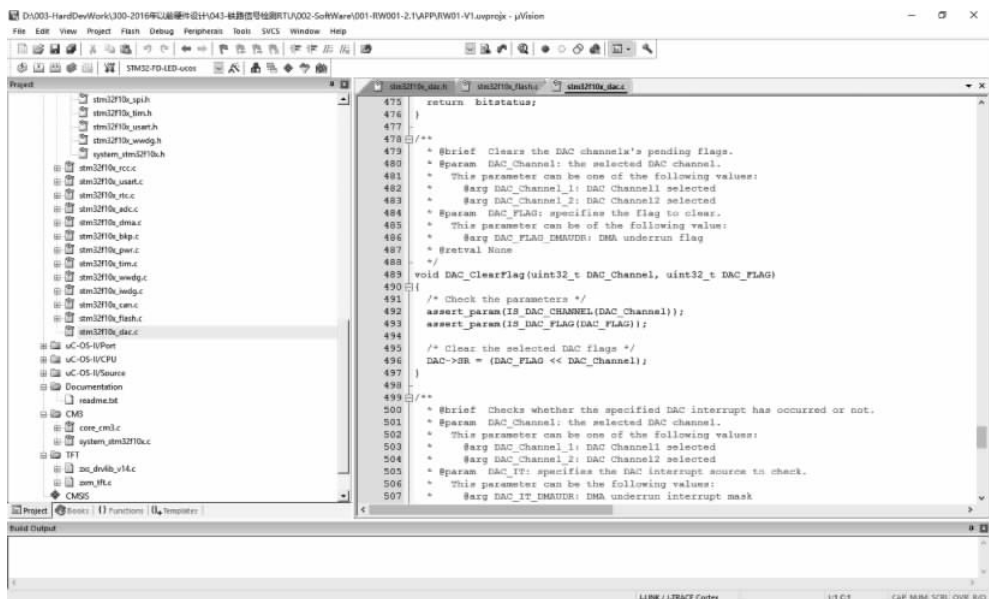

图 3-1 Keil MDK 开发环境界面
(1) 连接上 J-Link 和 STM32 开发板及计算机,打开 Keil 软件,如图 3-1 所示,在新建工程后单击设置。